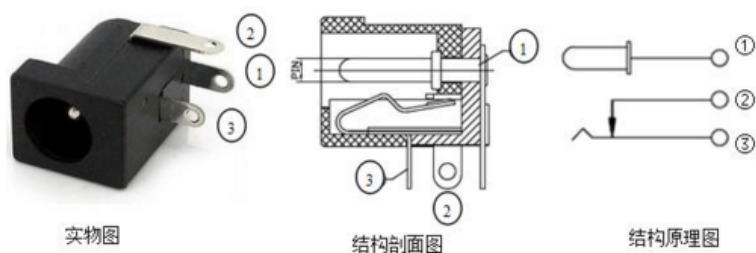

图 1.12 DC005 引脚定义
1】DC-005 为常见直流插座，插入配套  $\phi 5.5$  插头后，能够自动断开电路内部电源。引脚定义：① 电源正极；② 负极静触点；③ 负极动触点。详见图 1.12。